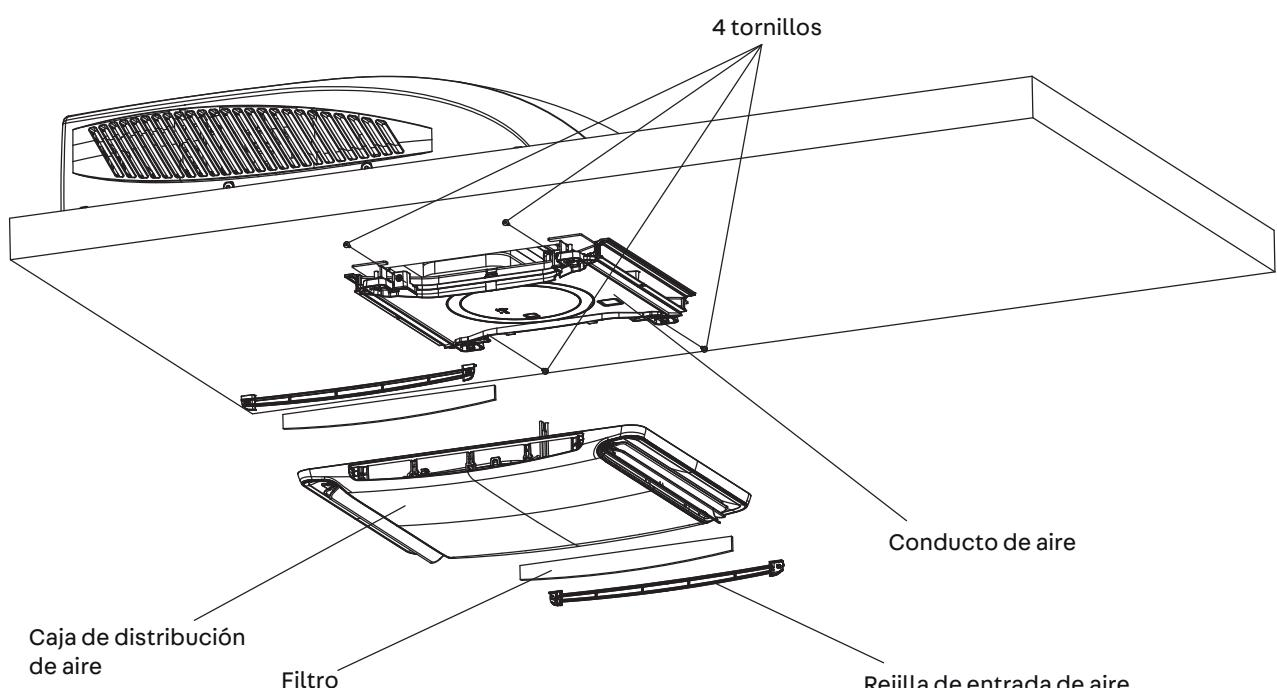

Figura 9
2. Fije la rejilla al conducto de aire del conjunto para techo con 4 tornillos (ver figura 9).